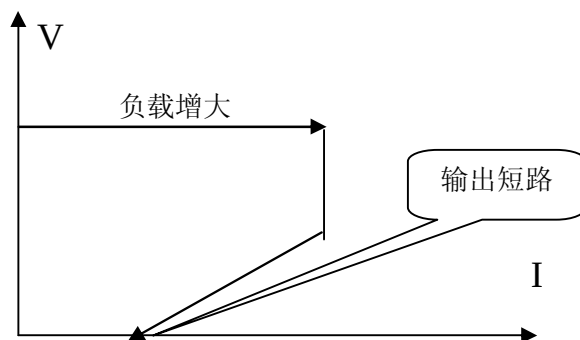

图 1-1 整流模块输出特性
- Ⅰ 短路保护：本模块采用回缩下垂限流方式，模块输出特性如图 1-1，输出短路时模块在瞬间把输出电压拉低到零，限制短路电流在额定输出电流的 15% 以下，此时模块输出功率很小（几十瓦），以达到保护模块和用电设备的目的。模块可长期工作在短路状态，不会损坏，排除故障后模块可自动恢复工作。